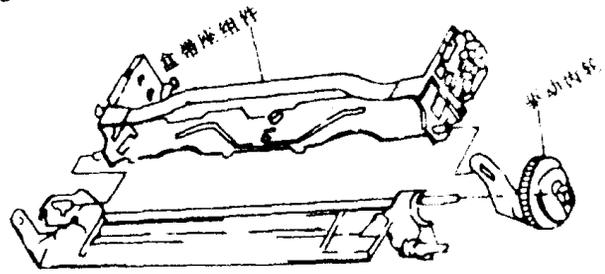

图 1-14
步骤:①将驱动齿轮拉出,如图 1-14 所示。
②卸下盒带座组件。